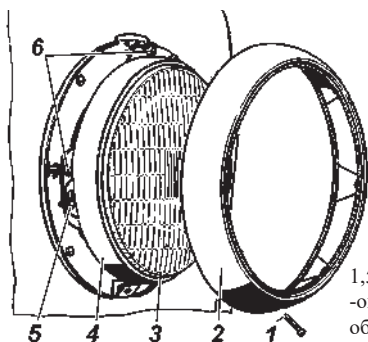
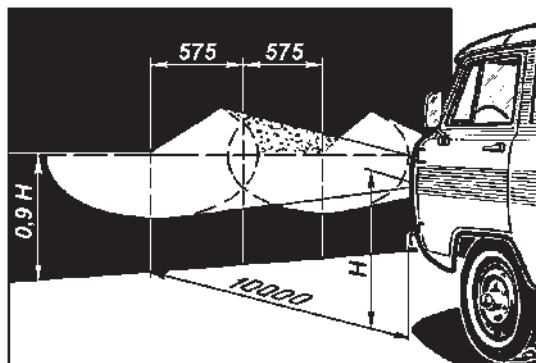

Рис. 9.43. Фара:
Рис. 9.44. Разметка экрана для регулировки фар:
Для замены лампы в фаре необходимо отвернуть винт 1 (рис. 9.43) и снять декоративный ободок 2. Ослабить три винта 5 и снять внутренний ободок 4 с оптическим элементом 3.
3. Включите ближний свет и, закрыв одну из фар, отрегулируйте другую винтами 6 (см. рис. 9.43) так, чтобы световое пятно на стене или экране было расположено, как показано на рис. 9.44. Регулировочные винты фар расположены симметрично центра фар в горизонтальной плоскости.